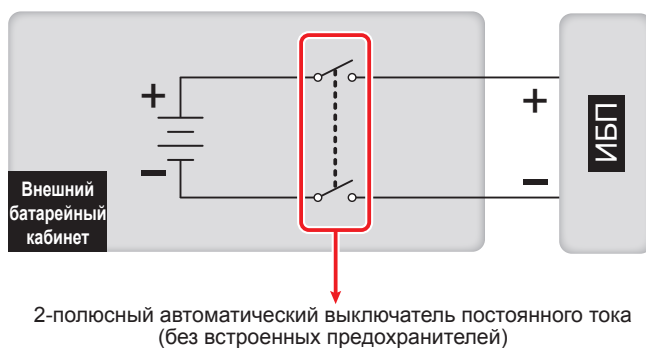
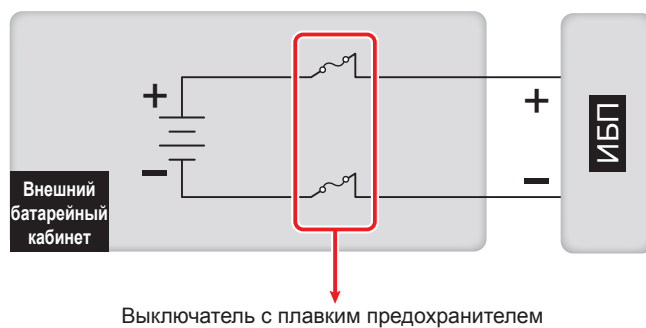

Рис. 6-19. Установка 2-полюсного автоматического выключателя постоянного тока (без встроенных предохранителей)
Рис. 6-20. Установка выключателя с плавким предохранителем
- Необходимо использовать 2-полюсный автоматический выключатель (без встроенных предохранителей). На один полюс разрешается подавать постоянное напряжение 250 В, на два последовательно включённых полюса – 500 В. При установке 2-полюсного автоматического выключателя постоянного тока или выключателя с плавким предохранителем между ИБП и внешним батарейным кабинетом руководствуйтесь **Рис. 6-19** или **Рис. 6-20**.